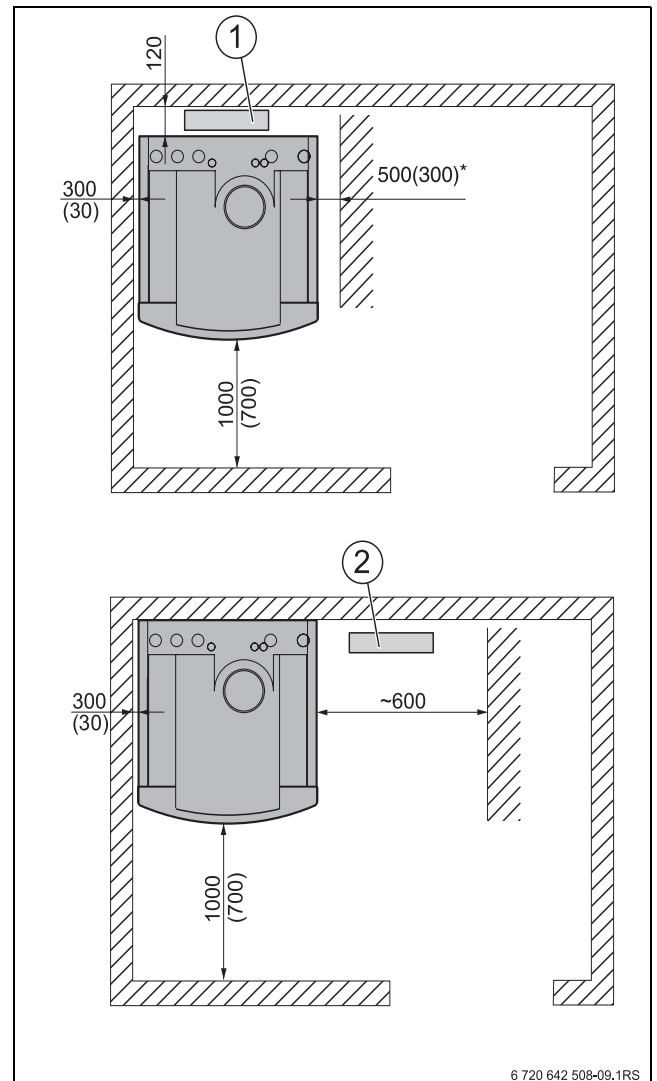

Bild 16 Empfohlene Wandabstandsmaße, in Klammern Mindest-Wandabstandsmaße (in mm)
- ▶ Mindesthöhe (→ Tabelle 4, Seite 11) und die Mindest-Wandabstände im Aufstellraum (→ Bild 16) einhalten.